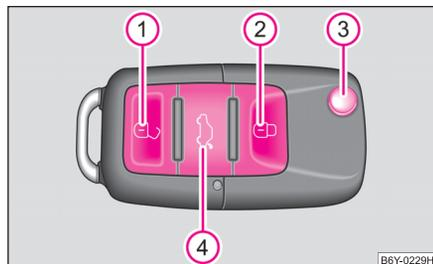

Fig. 26 Llave con radiotelemando
- Pulsar la tecla ④ durante aprox. 1 segundo ⇒ fig. 26.